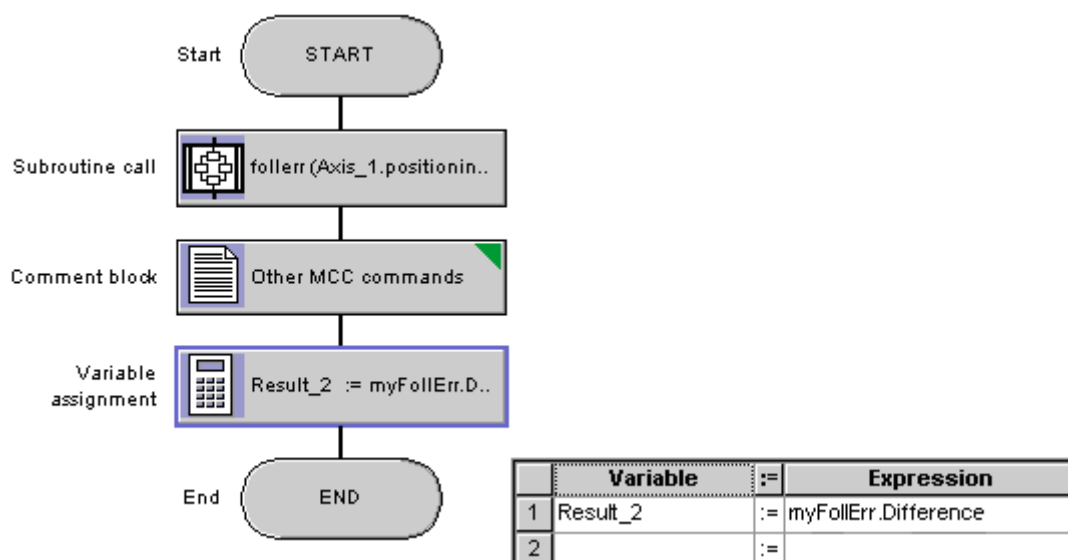

图 4.34 访问 FB 的输出参数
(8) 访问 FB 的输出参数。FB 被调用后其静态变量的值能够保留，因此在主程序的任何地方仍然可以访问 FB 的输出参数。如图 4.34 所示，调用变量赋值命令，将 FB 的 Difference 参数赋给 Result_2。